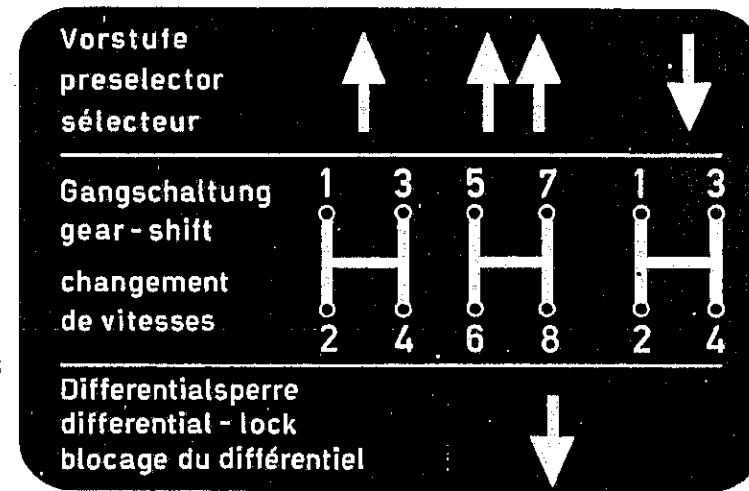

Abb. 7
Der Gashebel (32) sollte bei Betätigung des Gangschalthebels zunächst in Leerlaufstellung gebracht werden. Kupplungspedal (41) niedertreten (auskuppeln). Handbremse (43) lösen. Mittels Vorstufenschalthebel (42) gewünschten Gang vorwählen. Gangschalthebel (31) schalten. (Siehe Schaltbild Abb. 7.)